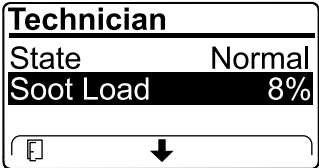

Figura 36
- Veja a carga de fuligem que é medida como percentagem de fuligem no DPF (Figura 36); consulte a tabela de carga de fuligem.